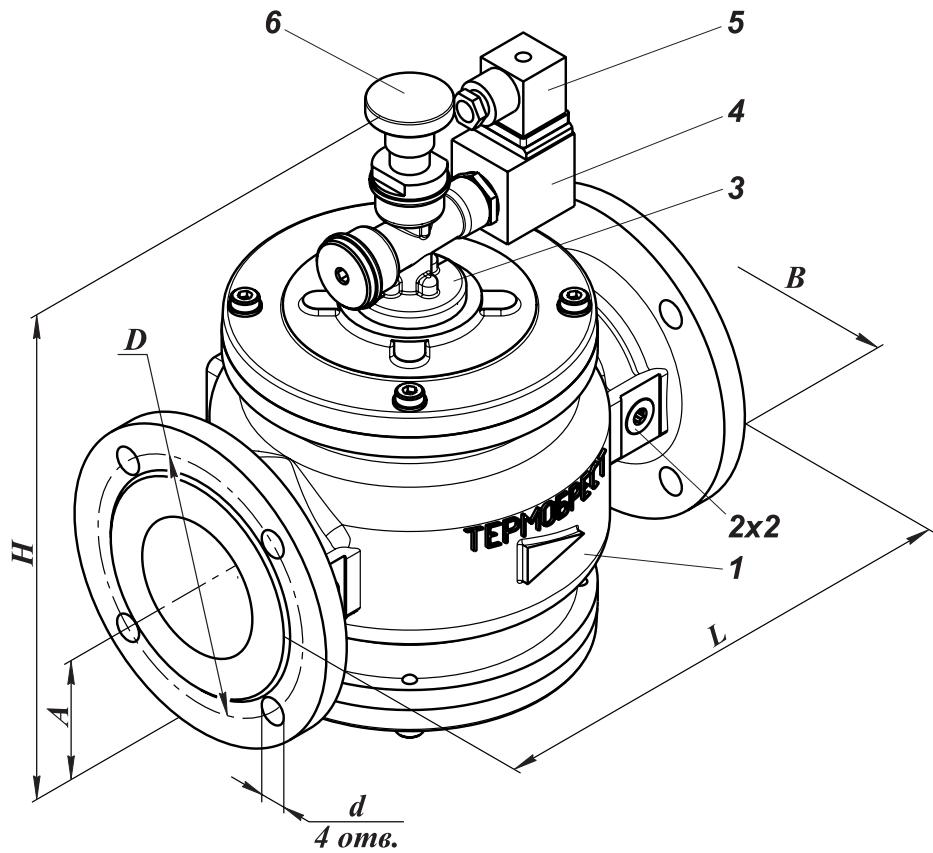

Рис. 1
2.1 Клапан (см. рис. 1) состоит из следующих основных узлов и деталей:
4.3.2 Подвод электропитания к клапану осуществляется с помощью разъема 5, установленного на электромагнитную катушку 4 (рис. 1).
4.4.3 Для открытия клапана и фиксации его в открытом положении необходимо подать напряжение питания на электромагнитную катушку и поднять шток за рукоятку возврата 6 (рис. 1) вверх до упора. Если катушка обесточена, то открыть клапан невозможно (исполнение: с блокировкой открытия).